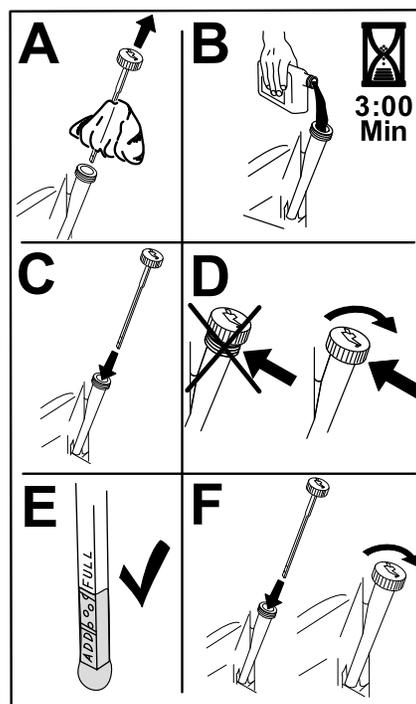

Figura 43
6. Vierta lentamente un 80% aproximadamente del aceite especificado por el tubo de llenado, luego añada lentamente el resto del aceite hasta que llegue a la marca Lleno (Figura 43).